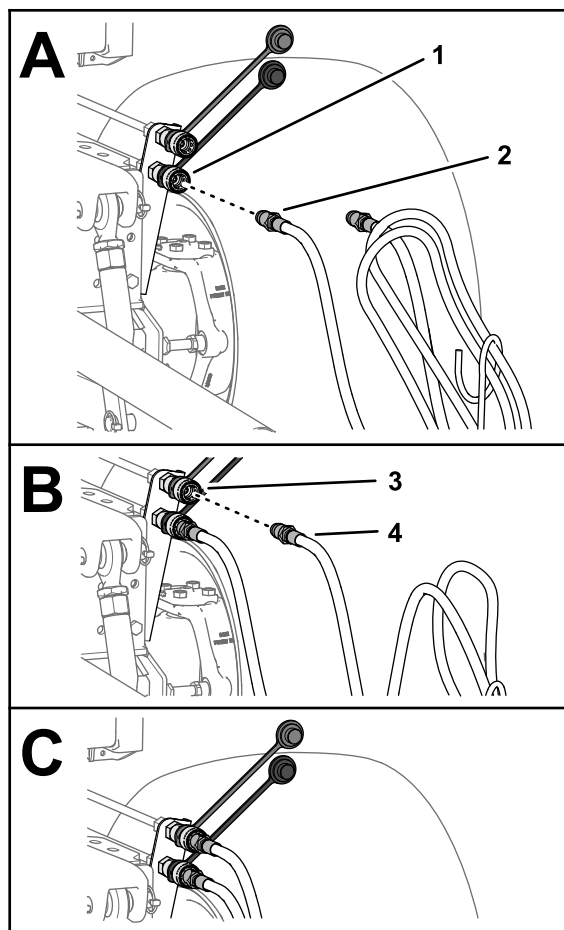

Figura 31
7. Collegate il raccordo a disinnesto rapido del flessibile di estensione dell'attrezzo al raccordo a disinnesto rapido del circuito di estensione (Figura 31).
8. Collegate il raccordo a disinnesto rapido del flessibile di ritrazione dell'attrezzo al raccordo a disinnesto rapido del circuito di ritrazione (Figura 31).